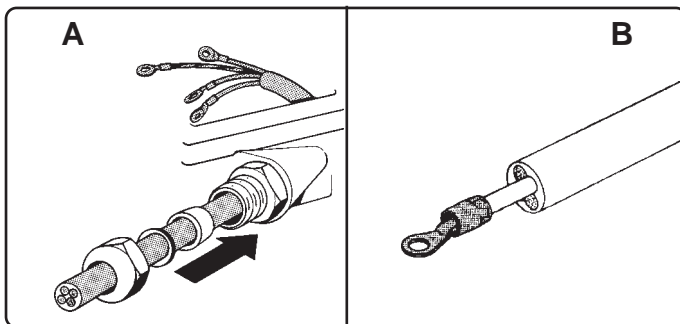

Fig. 16
Inserire il cavo di alimentazione attraverso il pressacavo all'interno della scatola morsetti (Fig. 16 - A).
- Per i collegamenti utilizzare sempre dei capicorda ad occhiello (Fig. 16 - B).
Push the power supply cable through the cable grip inside the terminal box (Fig. 16 - A).
- Always use eyelet terminals for connection (Fig. 16 - B).
Introduire le câble d'alimentation à travers le presse-étoupe à l'intérieur du boîtier du bornier (Fig. 16 - A)
- Utiliser toujours des embouts à oeillet (Fig. 16 - B) pour les raccordements.
Den Anschluß schrittweise vornehmen, wie anschließend beschrieben ist: Das Einspeisekabel durch die Kabelverschraubung in das Innere des Klemmenkastens stecken (Abb. 16 - A).
- Für die Anschlüsse immer Kabelösen verwenden (Abb. 16-B).
Respetar la secuencia de las operaciones indicadas a continuación: Insertar el cable de alimentación a través del sujeta-cables, dentro de la caja de bornes (Fig. 16 - A).
- Para las conexiones utilizar siempre terminales de ojete (Fig. 16-B).